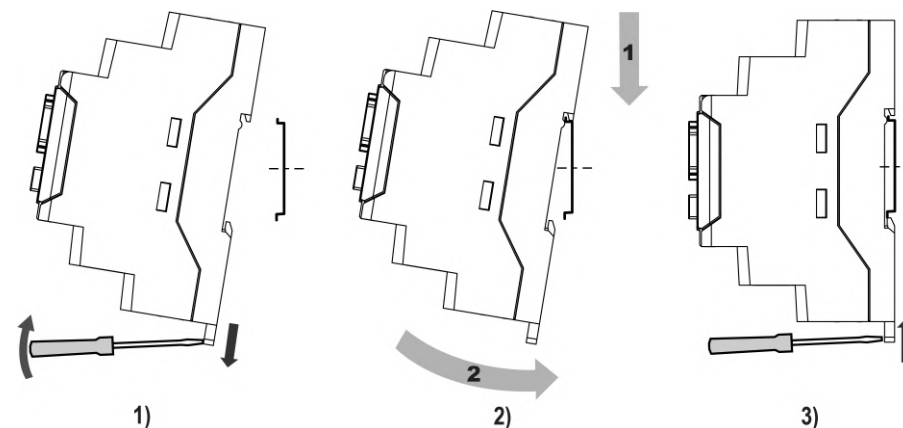

Рисунок 5.2 – Монтаж прибора
3. Прижать прибор к DIN-рейке (см. рисунок 5.2, 2, стрелки 1 и 2).
2. Вставив отвертку в проушину, оттянуть защелку (см. рисунок 5.2, 1).